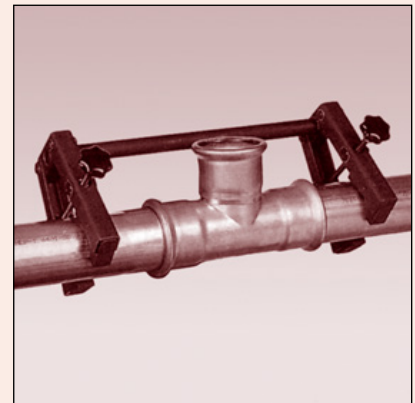

Fig. 26 Использование монтажных тисков для "больших диаметров"
9.6. Использование зажима для монтажа диаметров "Big Size" (рис. 26)
9.6. Use of assembly clamps for "Big Size" diameters (fig. 26)